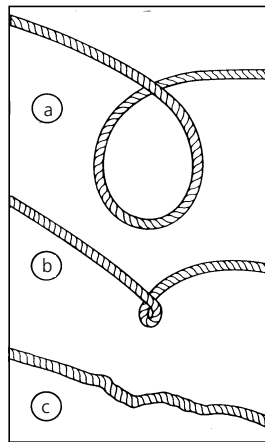

Figura 10
5. EVITE LAS TORCEDURAS ANTES DE QUE OCURRAN (Vea la Figura 10).